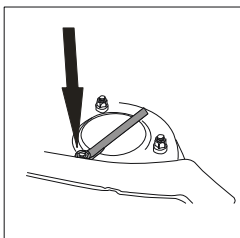

Рисунок III-6
1. Отверните 3 болта, соединяющие амортизатор с кузовом (см. Рисунок III-6).